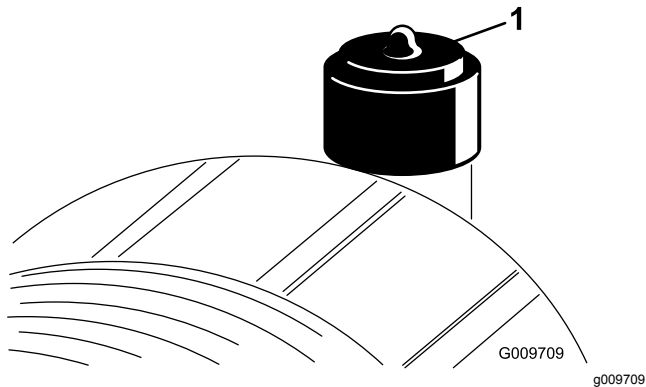

Figura 49
Revise el filtro del limpiador de aire únicamente cuando el indicador de mantenimiento lo requiera (Figura 49). El cambiar el filtro antes de que sea necesario sólo aumenta la posibilidad de que entre suciedad en el motor al retirar el filtro.
2. Reinicie el indicador (Figura 49) si se ve rojo.